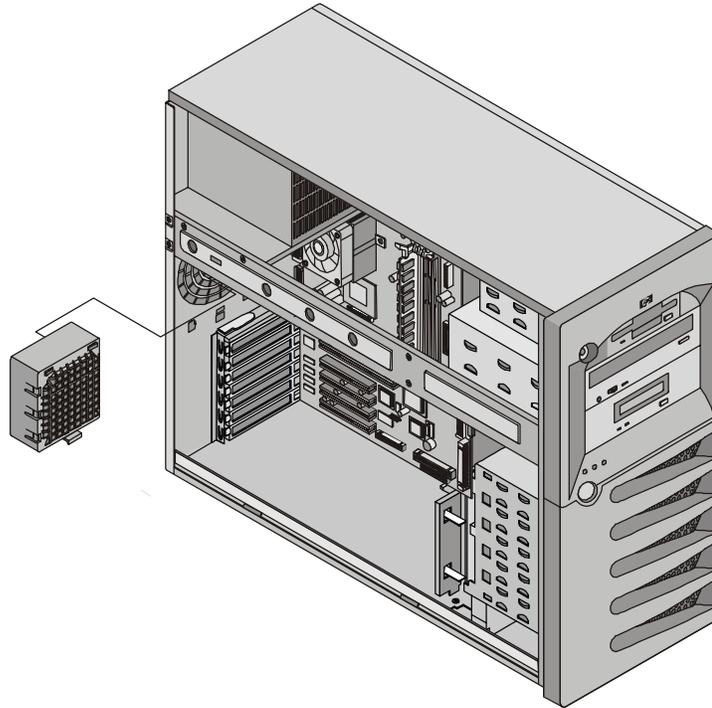

Figure 7-1. Retrait du ventilateur du châssis
6. Débranchez la prise et retirez le ventilateur. Voir Figure 7-1.